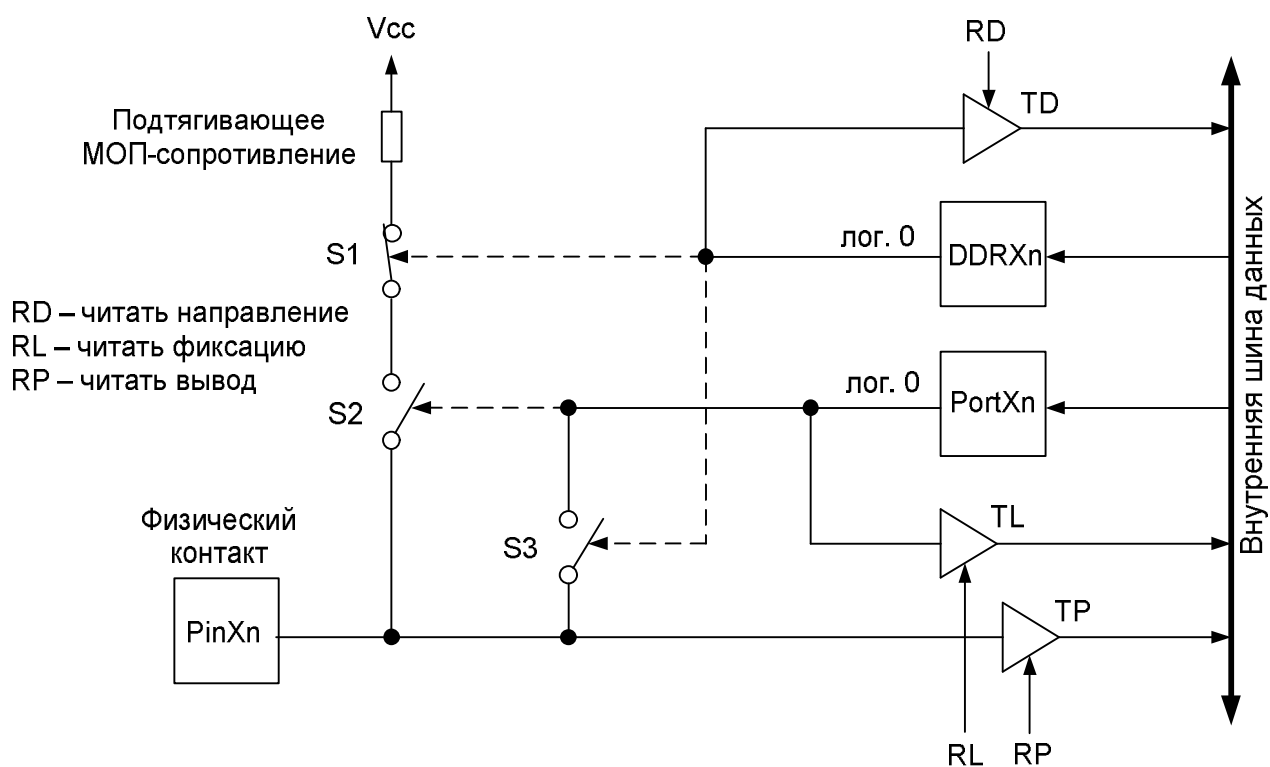

Рисунок 3.2 – Принципиальная схема вывода порта
Положение ключей S1-S3, показанные на рис. 3.2, соответствуют сигналам низкого уровня на выходах регистров DDRXn и PORTXn.
1. Регистр направления передачи данных (DDX на рис.3.2) определяет назначение вывода порта: вход или выход.